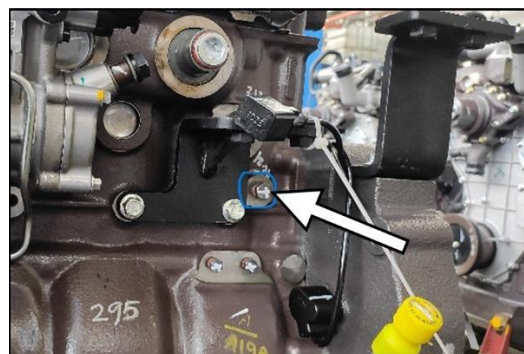

Fig. 278 – AFTAPPLUG KOELVLOEISTOF
3. Verwijder de aftapplug van het motorblok (zie Fig. 278). Zorg ervoor dat de aftappunten NIET verstopt raken tijdens het aftappen.